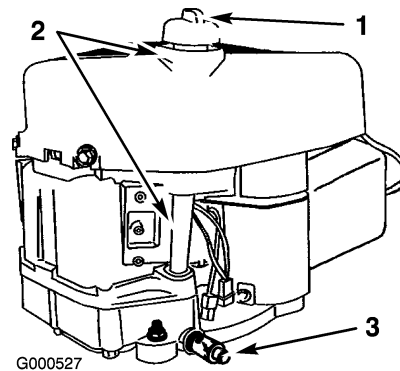

Figura 24
2. Limpie alrededor de la varilla de nivel de aceite (Figura 24) para impedir que caiga suciedad por el orificio de llenado y cause daños en el motor.
- Limpié alrededor de la varilla de aceite y desenrosque el tapón (Figura 24).
- Vierta lentamente un 80% aproximadamente de la cantidad especificada de aceite por el tubo de llenado (Figura 24).